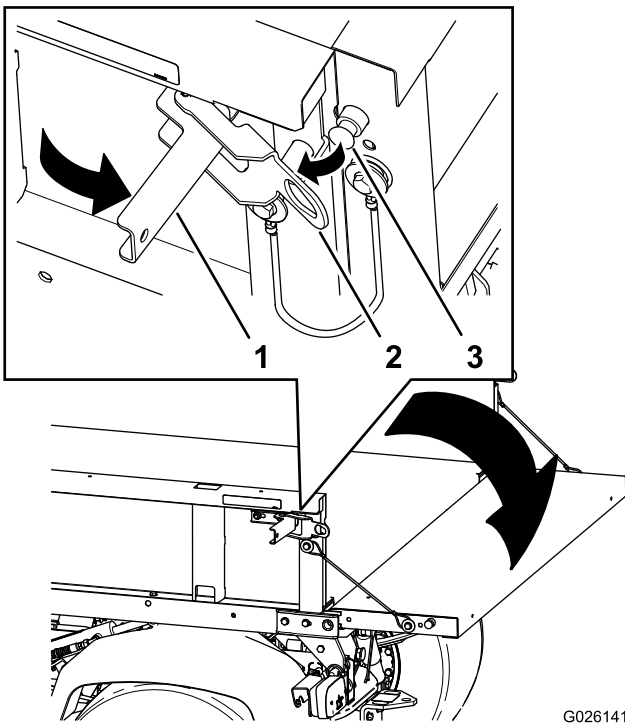

Figure 19
2. Ouvrez les verrous sur les côtés droit et gauche du plateau de chargement et abaissez le hayon (Figure 19).